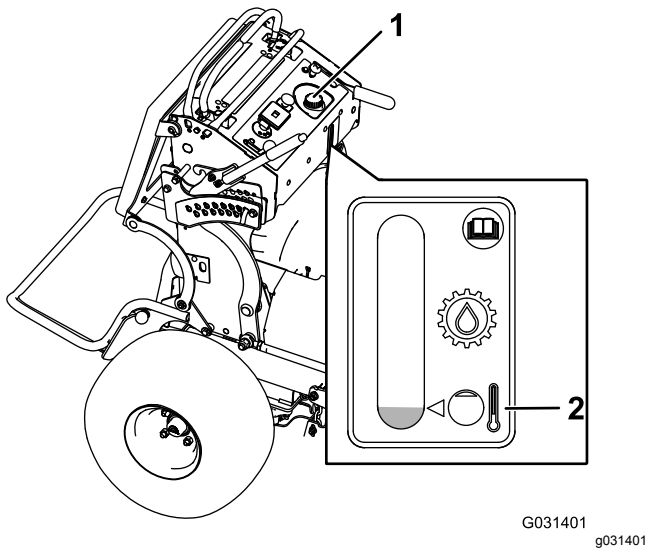

Figura 15
6. Limpie la zona alrededor del tapón y del cuello de llenado del depósito hidráulico (Figura 15).
7. Retire el tapón del cuello de llenado y agregue fluido al depósito hasta alcanzar la marca de Lleno (Figura 15).